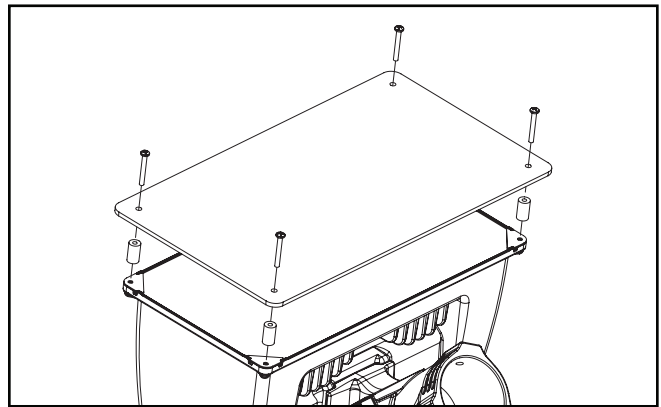

Figura 7.
Cubierta antivandalismo (Figura 7.)
1. Afloje y extraiga los (4) tornillos de cabeza Philips 10-24 existentes en la parte frontal de la luminaria.
2. Alinee los (4) espaciadores de 7/8" con los orificios existentes.
3. Utilice (4) tornillos de 10-24 x 1-1/2" para asegurar la cubierta antivandalismo en la parte superior de la luminaria. (Figura 7.)